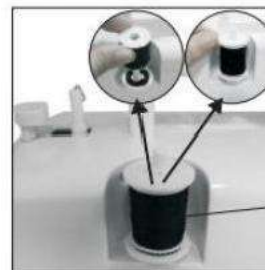

Abb.11
1. Legen Sie eine Rolle Spule auf den Spulenstift (Abb. 11)